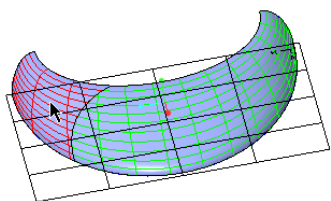

图 8-49 选择要删除的被修剪部分
⑥ 在“造型：曲面修剪”选项卡的删除收集器的框中单击，以将该收集器激活，接着选择图 8-49 所示的曲面部分，该部分为要删除的被修剪部分。